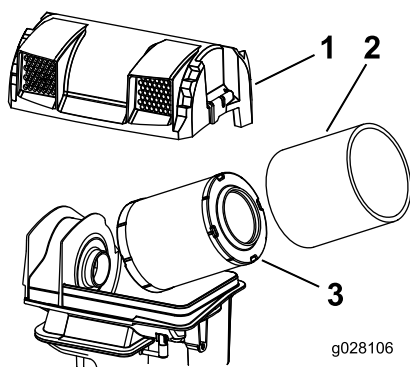

Figura 44
6. Abra los cierres del limpiador de aire y tire de la tapa de la entrada de aire para separarla del cuerpo del limpiador de aire (Figura 44).
8. Extraiga con cuidado el filtro primario de la carcasa del limpiador de aire (Figura 44).